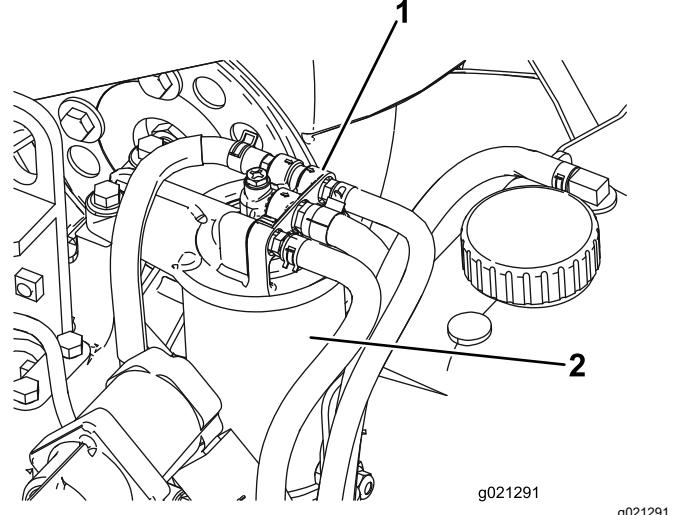

Bild 84
2. Reinigen Sie den Bereich um den Kraftstofffilterkopf (Bild 84).
3. Entfernen Sie den Filter und reinigen Sie die Befestigungsfläche des Filterkopfes (Bild 84).